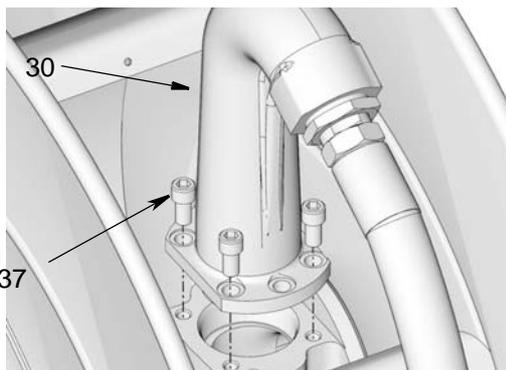

FIG. 12: Mostrado modelo de baja presión.
15. Instale la salida (30) en la bobina. Vuelva a colocar y apriete todos los pernos (37) con seguridad. Apriete los pernos a un par de 24 a 30 in-lb (32,54 a 40,67 N.m) (FIG. 12).
- Los modelos de baja presión (mostrados en FIG. 12) usan 4 pernos (37).
- Los modelos de presión media (no se muestran) usan 6 pernos (37).